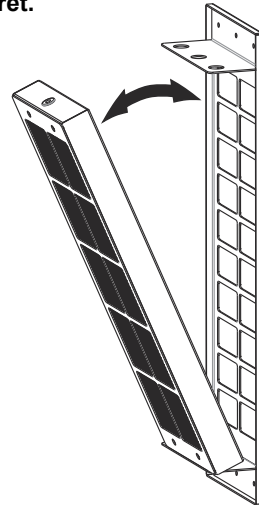

Fig. 7
3. ➔ Ta bort kolfiltret från ramen (Fig. 7).